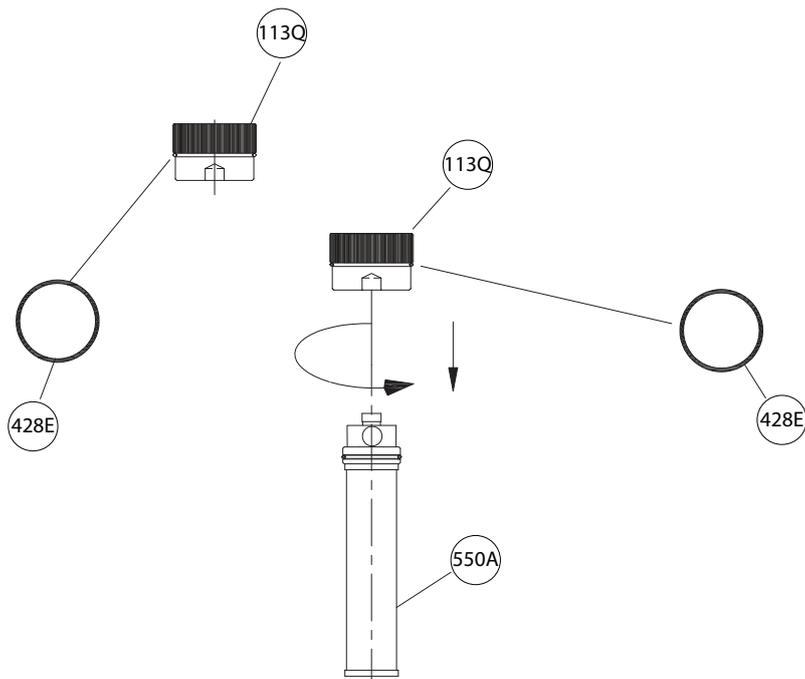

Figura 31: Instalação de filtro novo
4. Aparafuse o novo filtro (550A) no bujão existente (113Q) e instale os novos anéis (428E) no bujão lateral do filtro (113Q) e no bujão lateral que não é do filtro (113Q). Veja Figura 31: Instalação de filtro novo on page 52.